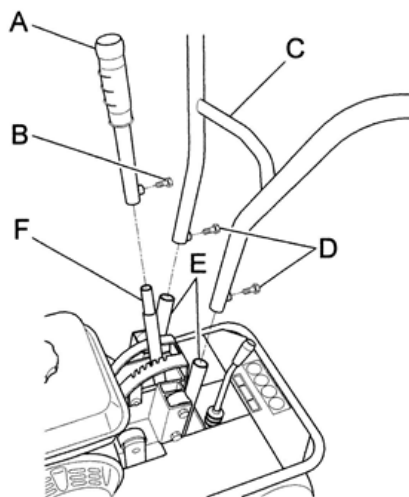

Fig. 3
AVERTISSEMENT : Pendant l'utilisation, la pelouse et le gazon sont coupés en bandes. Si les roues de la découpeuse dérapent pendant l'utilisation, il est conseillé d'ajuster la hauteur de coupe à l'aide du levier spécial (Fig. 3, ref.A). Si cela ne fonctionne pas, vérifier l'état du terrain. S'il est trop sec, il faut l'arroser afin que la lame s'oppose à une certaine résistance, ce qui facilitera l'utilisation.
- Soulever le guidon (Fig. 3 Ref. C) et l'insérer dans les supports illustrés dans la Fig. 3 ref. E. Choisir la hauteur de coupe souhaitée et fixer à l'aide des vis fournies (Fig. 3 ref. D).
- Insérer le bout du levier d'ajustement de la hauteur de coupe (Fig. 3 Ref. A) dans le support correspondant (Fig. 3 ref. F) et fixer à l'aide des vis fournies (Fig. 3 Ref.B)